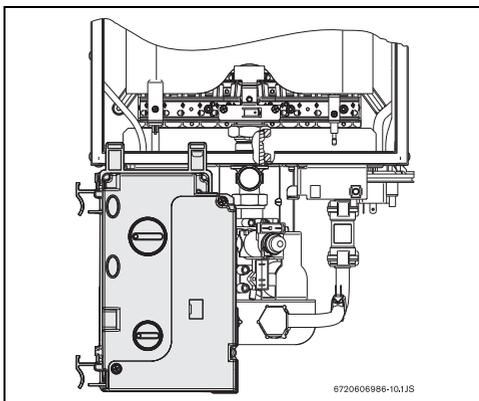

Рис. 19 Блок управления – положение для регулировки подачи газа
- ▶ Снятый блок управления поставьте, как показано на рис. 19.